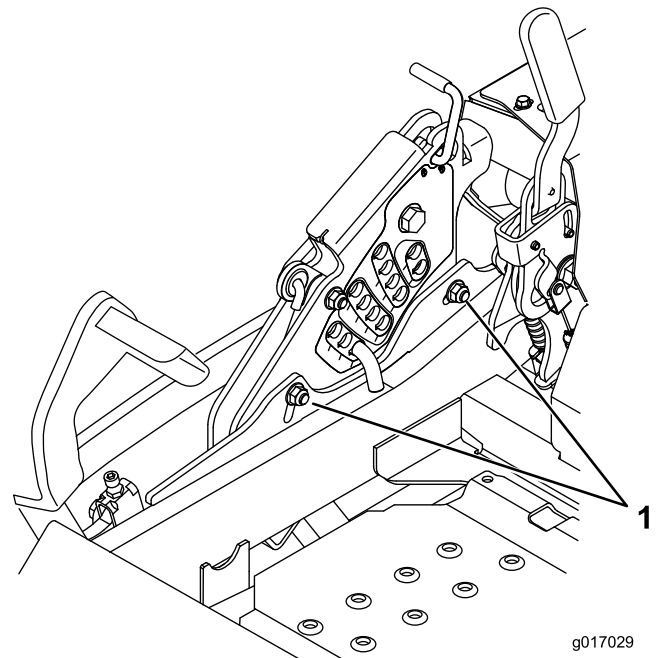

Figura 90
11. Para ajustar el sistema de ajuste de un solo punto, afloje los 2 pernos situados cerca del borde inferior de la pletina de altura de corte (Figura 90).
13. Apriete los 2 pernos en el borde inferior de la pletina de altura de corte (Figura 90). T